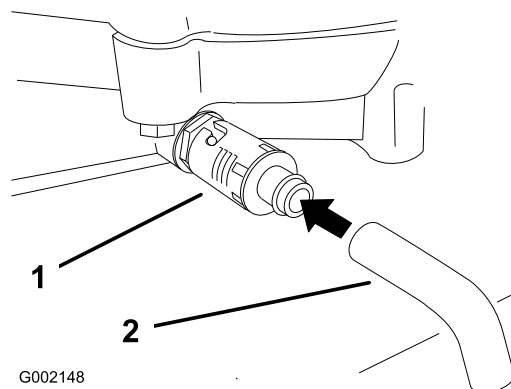

Figura 24
4. Collocate una bacinella sotto lo spurgo. Girate la valvola di spurgo dell'olio per lasciare defluire l'olio (Figura 24).